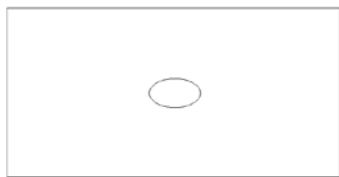

图 5.67 生成图形
(3) 指定比例因子为 0.2, 按 Enter 键, 效果如图 5.67 所示。